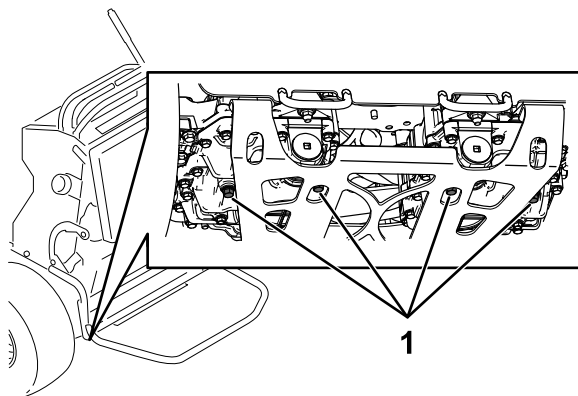

Figure 73
3. Localisez les bouchons de vidange au bas de la transmission et placez un bac de vidange sous les bouchons (Figure 73).